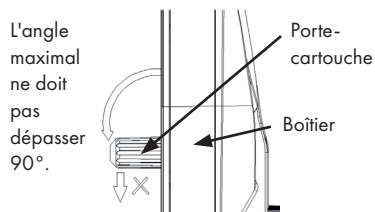
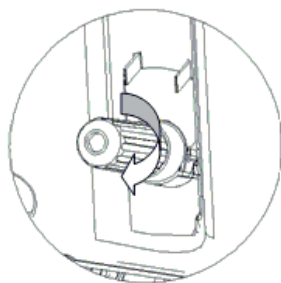

Figure 10
Figure 12
4. Assurez-vous que le régulateur de pression sur le dessus du couvercle est en position « - ». Tournez le porte-cartouche du cache supérieur vers l'extérieur de l'angle approprié. L'angle doit être au maximum de 90 degrés. Libérez le porte-cartouche de CO₂ (voir figure 10). Insérez une cartouche de CO₂ dans le support et tournez-la rapidement et avec précaution (dans le sens des aiguilles d'une montre) jusqu'à ce que vous entendiez un déclic (Figure 12), ce qui indique que la fermeture a été percée et que le dioxyde de carbone s'écoule librement dans le fût. La vanne de pression de gaz est ensuite relevée et s'enclenche dans le cache supérieur. Lors du remplacement de la cartouche de gaz, inversez la procédure (assurez-vous que la cartouche de gaz est vide avant de la remplacer).